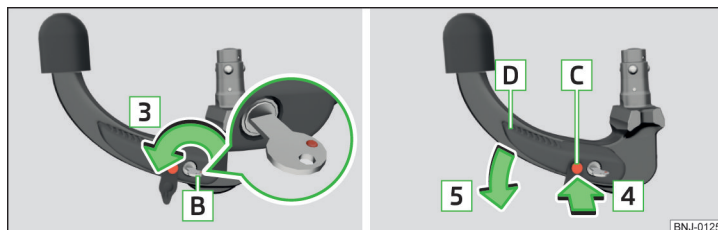

Fig. 152 Deblocarea încuietorii/Apăsarea bolțului de desfacere în interior și apăsarea manetei de operare
- Rotiți cheia **B** în sensul săgeții **3**, în așa fel încât marcajul roșu al acesteia să indice înspre în sus » fig. 152.